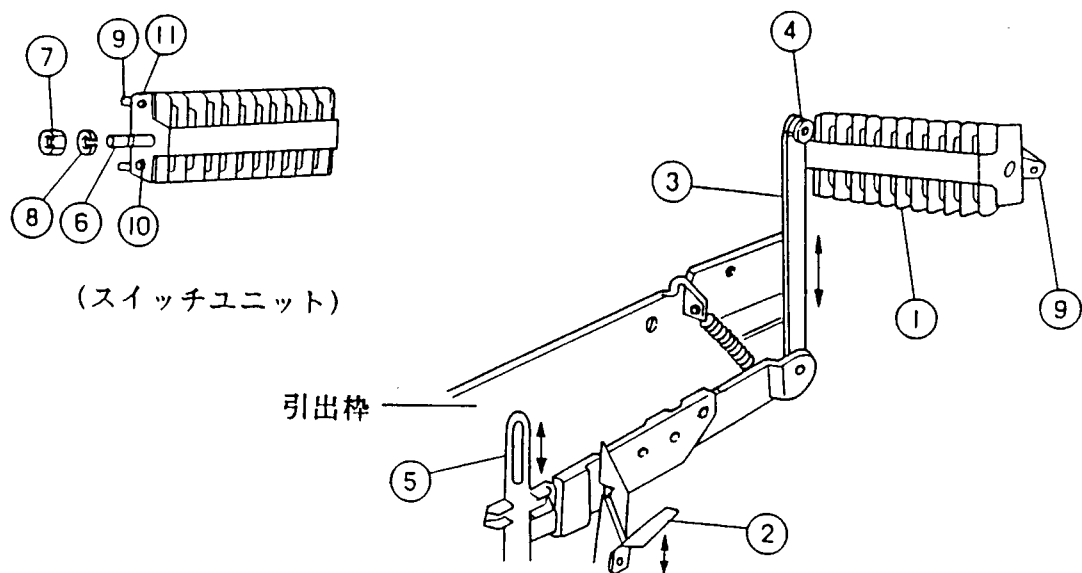
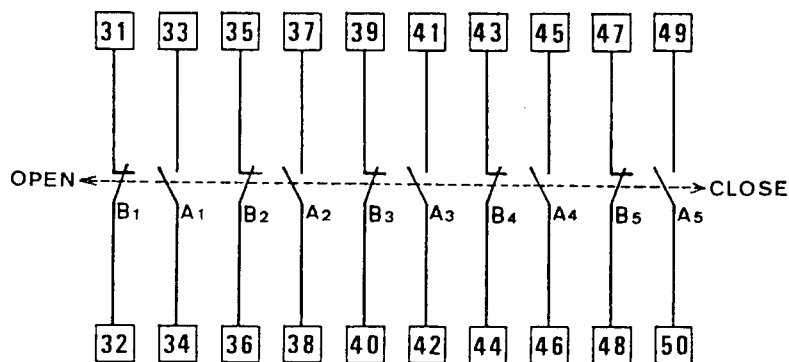

図55. 補助スイッチ外觀図
図56. 接点回路構成図
手順（SHEET NO.63 図55、図56参照）
- (6)新しい補助スイッチユニットのシャフトを操作アームの角穴に合わせて、はめ込んで下さい。
- (7)サポート取付ねじ（M5×8）3本を締付けて下さい。
- (8)シャフト連結用ナット（M4）1個を締付けて下さい。
- (9)次の方法で、導通テストを行い、異常のないことを確認して下さい。
ロックレバー（図55②）を手で下げてロックを解除し、操作スライド板（図55⑤）を手で上下させて、各スイッチをテスターで確かめる。
- (10)（2）項で取外した電線を正しく補助スイッチ端子に結線して下さい。
- (11)遮断器を引出枠に挿入し、「接続位置」で正しく動作することを確認して下さい。